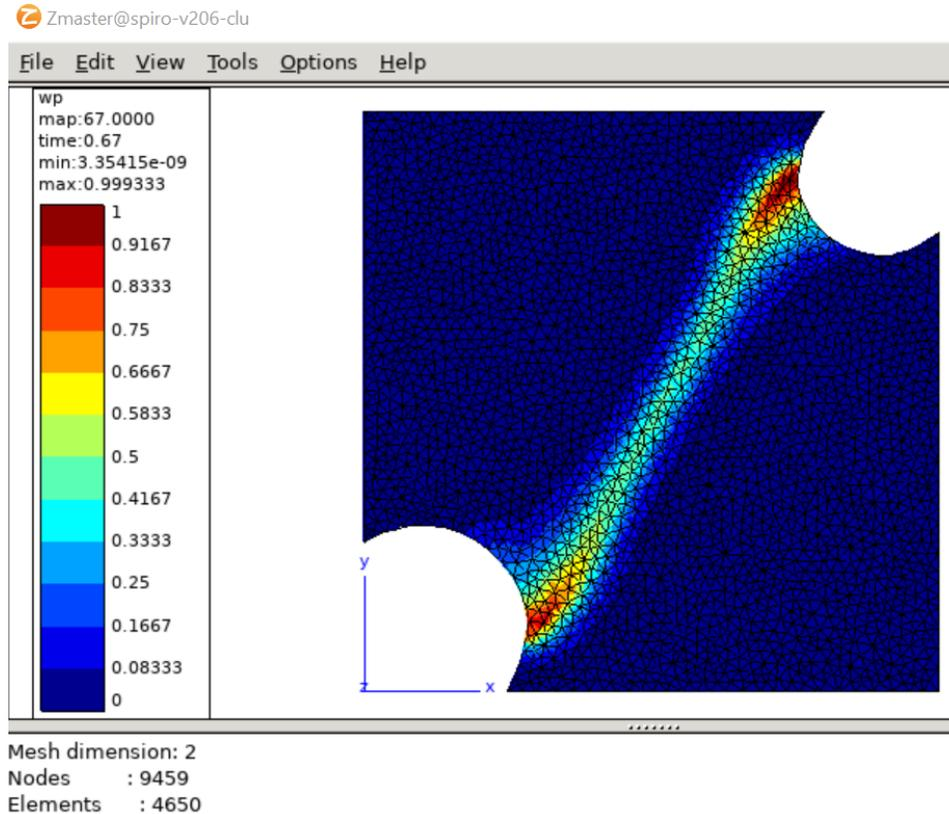

FIGURE 1 – Champ d’endommagement (dénnoté ω_p) obtenu avec Zset au temps 0.67s.
Le principal objectif de ce TP sur la détection et la représentation de fissures est de comprendre les grandes étapes de la détermination d'un chemin de fissure discret à partir d'un résultat de calcul pour un modèle à endommagement diffus. Pour cela, partons du calcul par éléments finis de l'éprouvette utilisée dans l'article de S. Feld-Payet, J. Besson and F. Feyel, *Finite element analysis of damage in ductile structures using a nonlocal model combined with a three-field formulation* (International Journal of Damage Mechanics, 2011) et étudions le champ d'endommagement régularisé : voir figure 1.
- 2.1. A partir de l'exemple fourni pour le temps 0.50s, charger les données pour le temps 0.67s et vérifier à l'aide du graphique que la carte obtenue correspond bien à ce qui est présenté en figure 1.